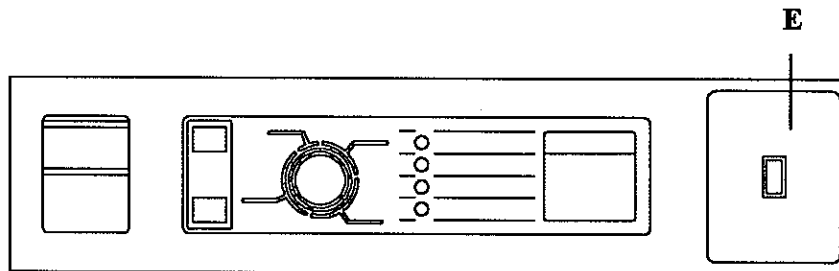

fig. 12
4.5.d. Special application with Start Push-button (Refer to control panel in clause 4.1 (fig. 12)).
4.5.d. Ejecución especial con pulsador de Marcha (Ver panel de mandos en apartado 4.1 (fig. 12))
4.5.d. Fonction spéciale avec bouton-poussoir de Marche (voir tableau de commandes section 4.1 (fig. 12))